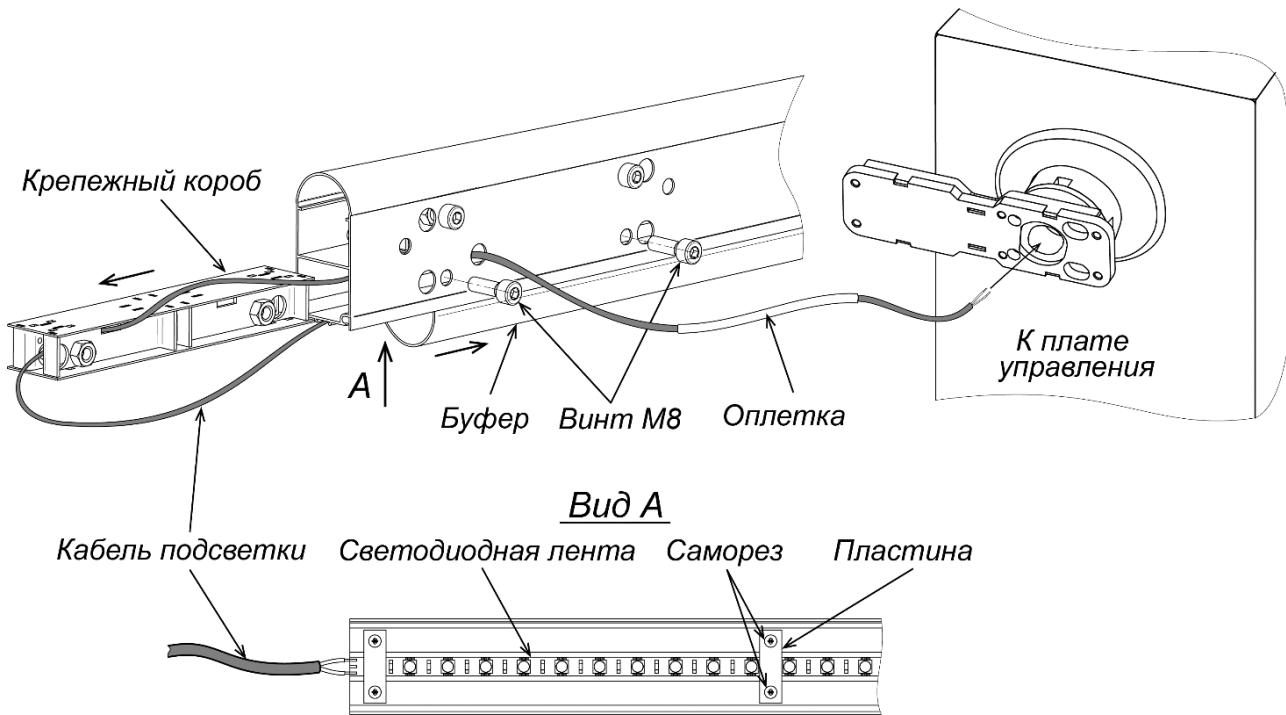
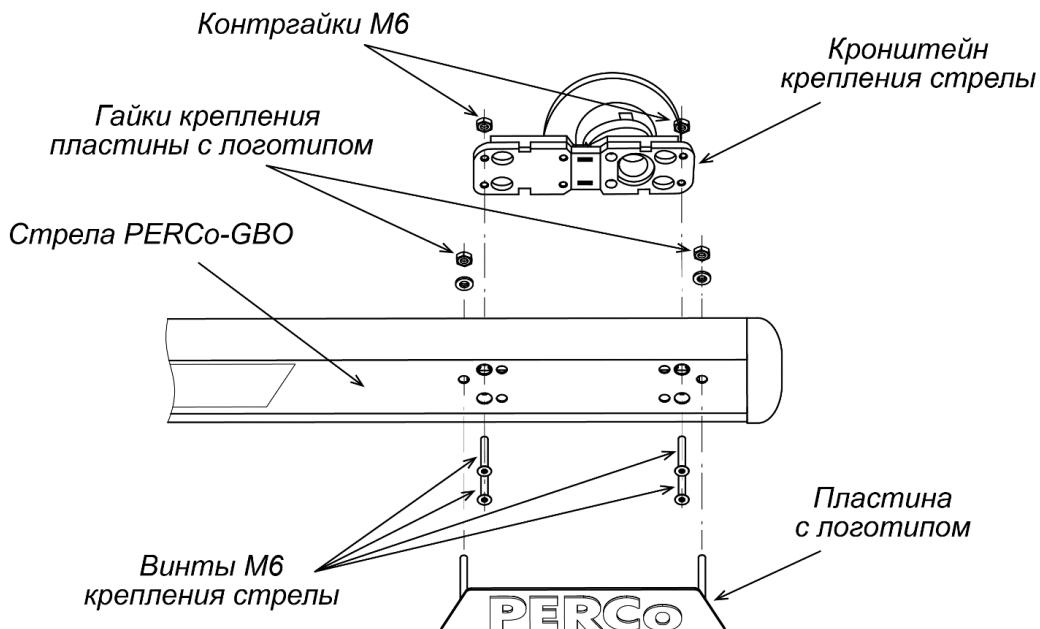

Рисунок 12. Монтаж подсветки стрелы PERCo-GBO
Рисунок 13. Монтаж стрелы PERCo-GBO
Для предохранения механизма шлагбаума от сильного горизонтального воздействия на стрелу (наезда) в ее конструкции предусмотрены саморазрушающиеся пластиковые элементы. Это могут быть либо пластиковые предохранители, установленные на крепежном коробе стрелы GBO или переходной пластине стрелы GBR (см. рис. 12 и 13), либо в качестве предохранителей могут использоваться пластиковые винты M6 вместо металлических для крепления стрелы. Для замены поврежденных при наезде элементов в комплекте стрелы имеется их запас.
- Снимите боковую заглушку стрелы, открутите два винта M8 и извлеките нижний крепежный короб из стрелы (см. рис. 12).
6. Наденьте на провода предохраняющую оплетку, входящую в комплект поставки стрелы, и заведите их внутрь корпуса стойки шлагбаума через отверстие в кронштейне стрелы (см. рис. 12). После установки стрелы на стойку шлагбаума (см. разд. 8.5.4) подключите провода подсветки стрелы к контактам +12V – BOOM контактной колодки X11 согласно схеме на рис. 22, соблюдая полярность.
! Для предохранения механизма шлагбаума от сильного горизонтального воздействия на стрелу (наезда) в ее конструкции предусмотрены саморазрушающиеся пластиковые элементы. Это могут быть либо пластиковые предохранители, установленные на крепежном коробе, либо в качестве предохранителей могут использоваться пластиковые винты M6 вместо металлических для крепления стрелы (см. рис. 13). Для замены поврежденных при наезде элементов (запасные идут в комплекте стрелы) необходимо будет вынуть крепежный короб из стрелы (см. рис. 12).
При помощи четырех потайных винтов M6 установите стрелу на кронштейн крепления стрелы шлагбаума (используйте динамометрический ключ, момент затяжки – не более 1 Нм), после чего вставьте декоративную пластину с логотипом в отверстия стрелы и зафиксируйте ее гайками (см. рис. 13).